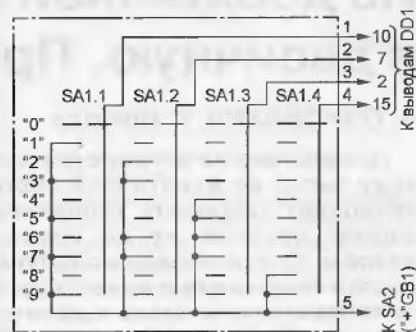

Рис. 4
При отсутствии такого переключателя можно применить его самодельный аналог (рис. 4), собранный на основе малогабаритного галетного переключателя ПМ, ПГ2-3, ПГ2 или ПГ3 на 11 (12) положений и 4 направления (11П4Н). При установке такого переключателя на верхней стенке глубину корпуса при-